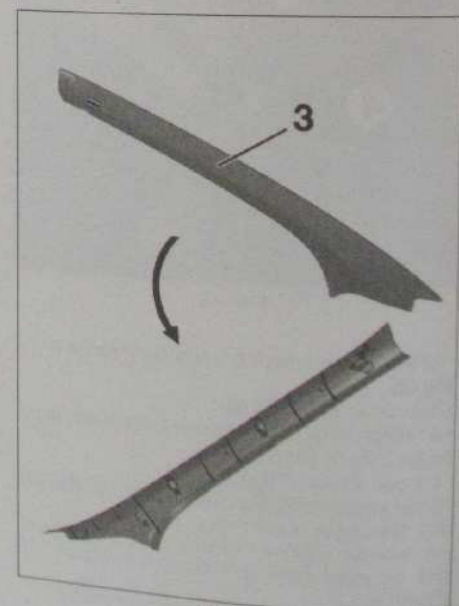

Fig. 65
- Dégrafer comme illustré, les montants de baie de pare-brise (3) (Fig. 65).